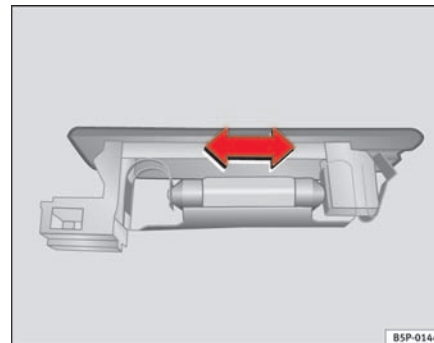

Abb. 189 Gepäckraumbeleuchtung
- Die Lampe zur Seite drücken und aus ihrer Halterung herausnehmen ⇒ Abb. 189. ■